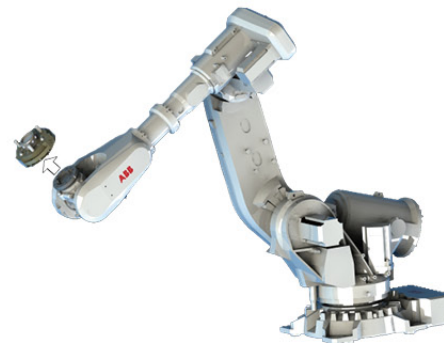

图 7.1 拆卸快换装置建议姿态
- 当机械手法兰处于 (如果有可能) 轻微向上倾斜的状态时, 可以最容易且最安全的拆卸快换装置的机械手侧 (图 7.1)。